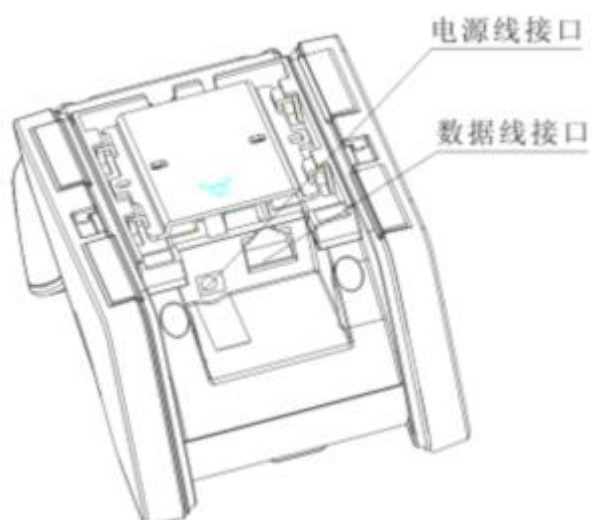

图 1-3
1. 将 USB 数据线的设备接口端（RJ45 接口）与 CD32 底座的数据线接口（见图 1-3）相连；
1. 将 RS-232 数据线的设备接口端（RJ45 接口）与 CD32 底座的数据线接口（见图 1-3）相连；
3. 将 CD32 底座的电源线接口（见图 1-3）与电源适配器相连。